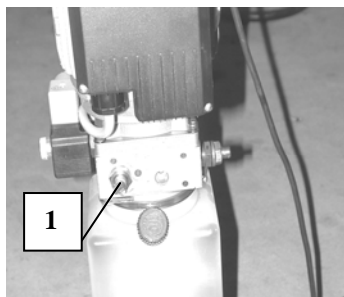

Fig.12
1. Monteer de hydraulische slang op aansluiting 1 van de pomp (zie fig.12).